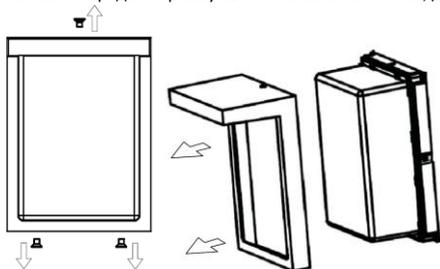

Рисунок 3.
- 5.4. Снимите переднюю рамку светильника Geniled Sova, для этого открутите 3 винта (см. рисунок 3).